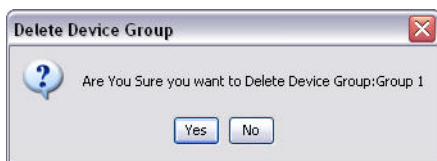

Рис. 97
- c. Повторно выберите мышью папку группы из части окна «Matrix System». Нажмите кнопку «Delete Group» [Удалить группу]. Появится окно «Delete Device Group» [Удалить группу оборудования] для подтверждения удаления группы оборудования: с именем «X» (на Рис. 97 ниже, папка называется «Group 1»). Нажмите кнопку «Yes» [Да], чтобы удалить папку группы, или «No» [Нет], чтобы не удалять ее.